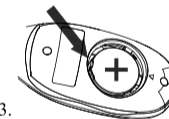

Рисунок 4.
3. С помощью неметаллического инструмента, например, ручки, извлеките старую батарею (см. рис. 4). Утилизируйте батарею в соответствии с местными требованиями.